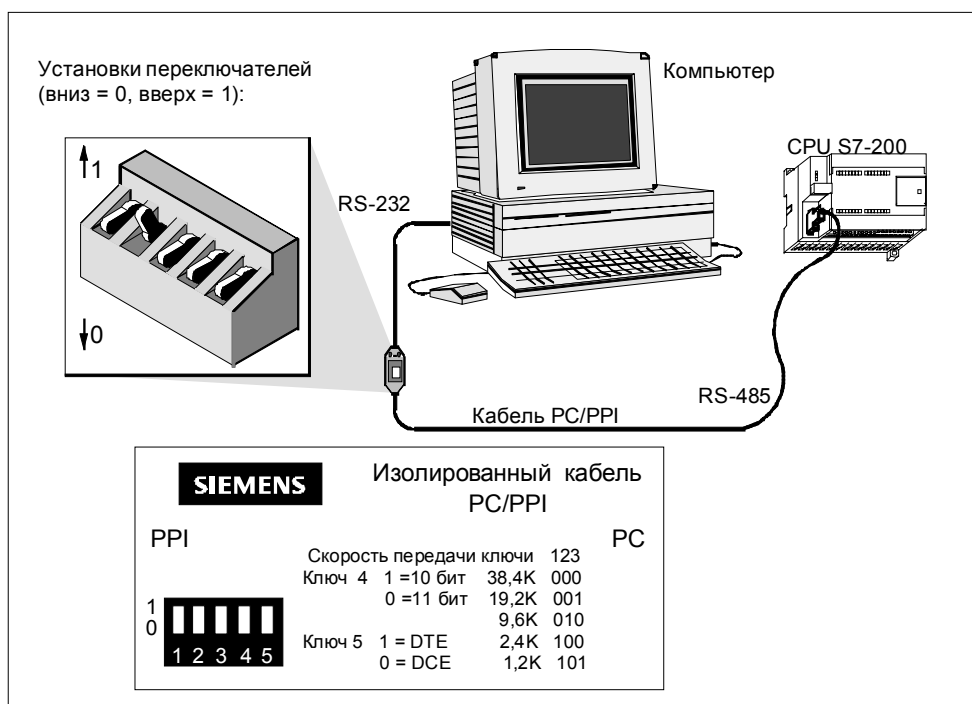

Рис. 7-27. Обмен данными с CPU в режиме PPI
- Изолированный кабель PC/PPI с портом RS-232, имеющим 5 двухпозиционных переключателей для установки скорости передачи и других элементов конфигурации (см. рис. 7-27). Технические данные изолированного кабеля PC/PPI вы найдете в Приложении А.